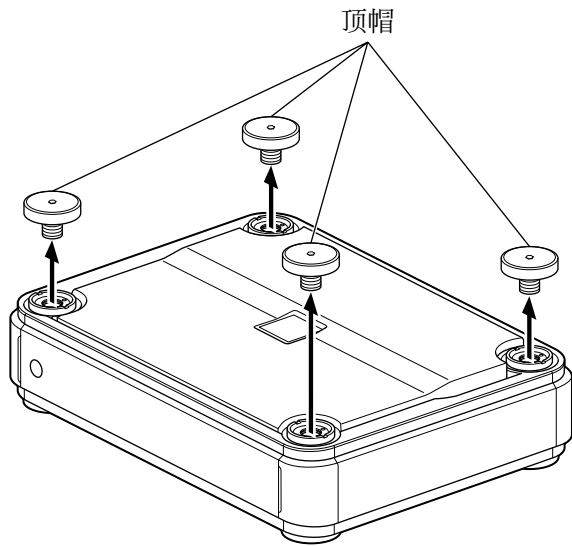
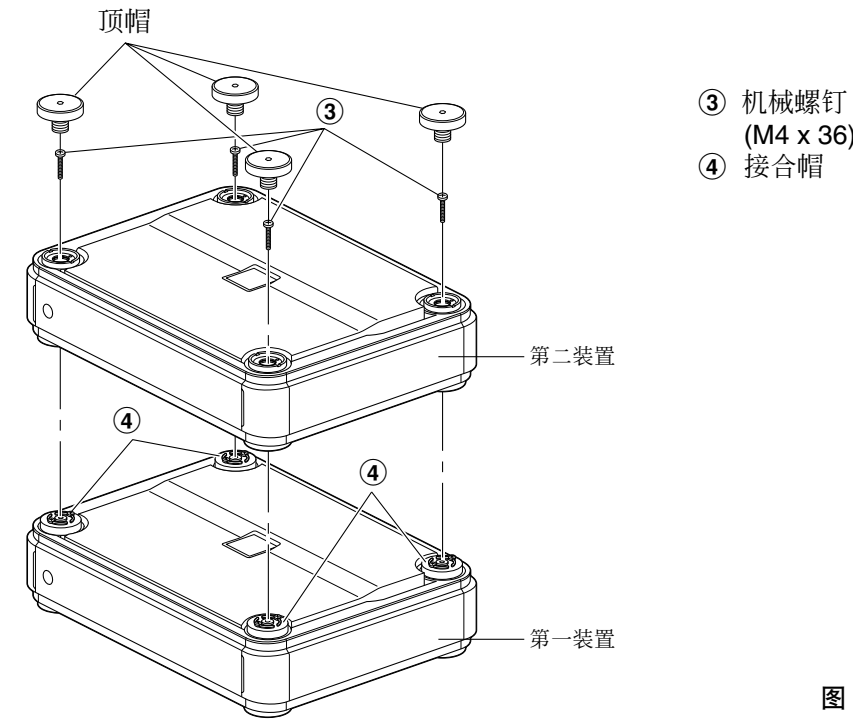

图 1
图 4
安装 (图 1 - 图 4)
2. 用六角扳钳（大，附带）将四个角的顶帽移出。请参考图 1。
5. 将四个机械螺钉（M4 x 36，附带）从第二装置的顶部穿过插入到下面装置的四个接合帽里，使两个装置连接在一起。请参考图 4。